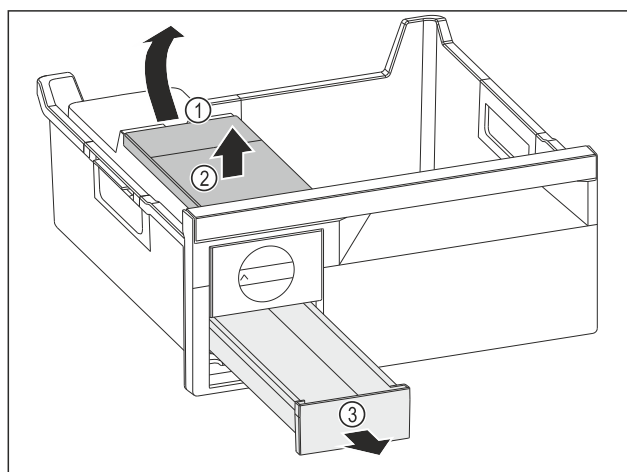

Fig. 156
- ▶ Wassertank entnehmen: Wassertank an der Aussparung Fig. 156 (1) anheben.
- ▶ Wassertank Fig. 156 (2) nach oben entnehmen.
- ▶ Eiswürfelschubfach Fig. 156 (3) nach vorne entnehmen.